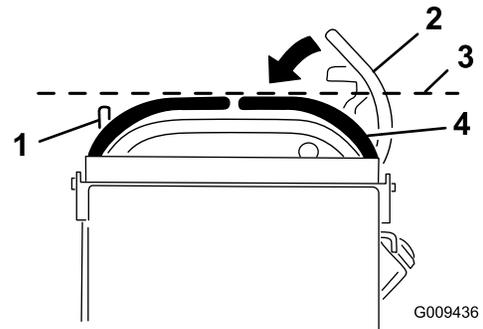

図 69
3. 右側走行コントロールレバーを、ニュートラルロック位置から運転位置へ降ろす 図 69。
4. 右側走行コントロールレバーと左側走行コントロールレバーの水平整列状態を見る 図 69。